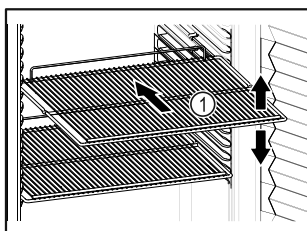

Fig. 59 Beispielhafte Darstellung
- ❑ Wenn Ablageflächen Fig. 59 (1) versetzbar sind, Ablageflächen je nach Höhe anpassen.